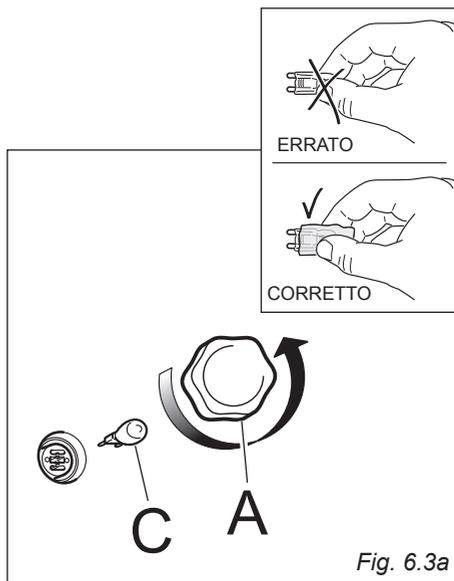

Fig. 6.3a
- Svitare la calotta protettiva "A" (fig. 6.3a).